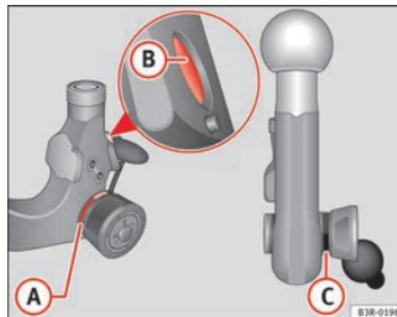

Fig. 154 Dispositivo de reboque desmontável: Rótula
- Verifique se a marca vermelha (A) ⇒ página 208, fig. 154 da roda recartilhada se encontra na zona preta da rótula.
- Verifique se as esferas do perno de bloqueio (B) que se encontram nos orifícios do perno de encaixe estão encaixadas.
- Verifique se a roda recartilhada sobressai claramente da rótula, de modo que entre ambas fique uma ranhura (C).